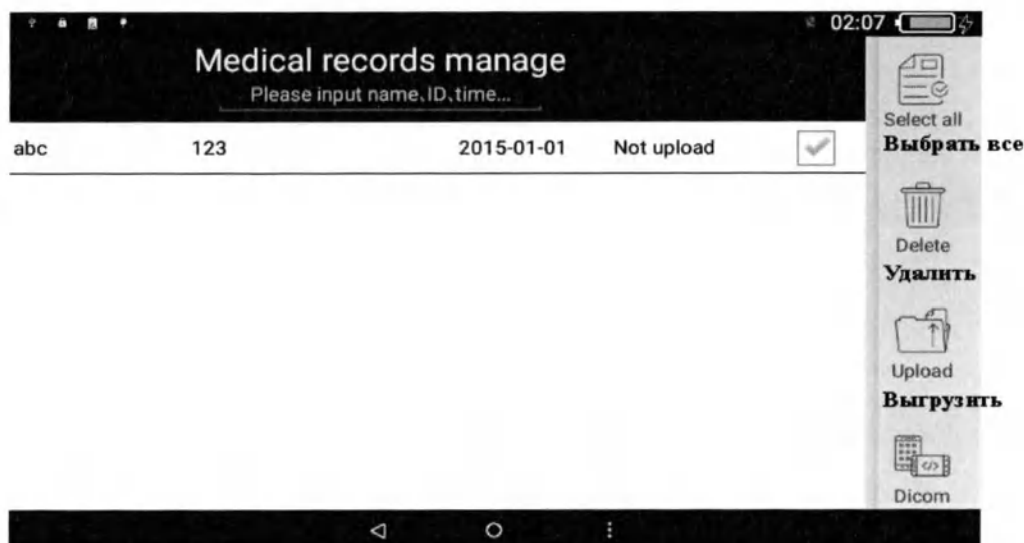

Рисунок 29. Загрузка записей
- После подключения к Wi-Fi перейдите на левый экран "Управление записями" (рис. 29), чтобы выбрать запись, и нажмите "Загрузить", чтобы загрузить информацию о пациенте на облачный сервер. После завершения загрузки «Нет загрузки» сменится на «Успешная загрузка»; выберите запись и нажмите Dicom для загрузки информации о пациенте на сервер локальной сети.